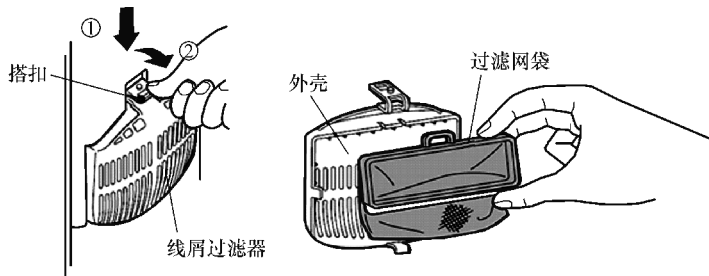

图 3-66 清洗线屑过滤器
5) 每次使用洗衣机后应对线屑过滤器进行保养,方法如图3-66所示,按住搭扣并顺势将其拉出,取下线屑过滤器。然后从外壳中取出过滤网袋,除去绒屑并清洗网眼。如果网眼被异物堵塞,可使用牙刷等工具清除干净。